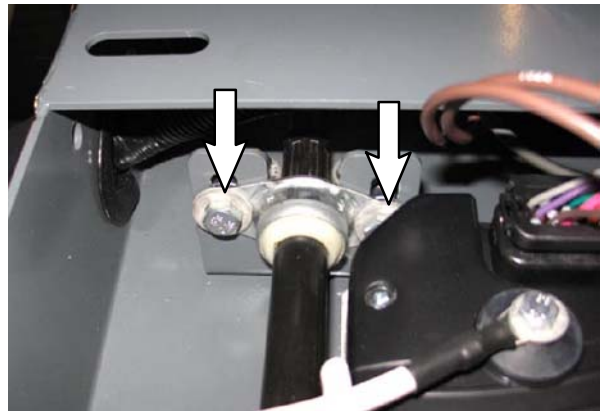

FIG. 50
27. Serrare l'hardware che fissa il cuscinetto della flangia sulla staffa di supporto (24 Nm / 18,5 ft lb). (Fig. 50)